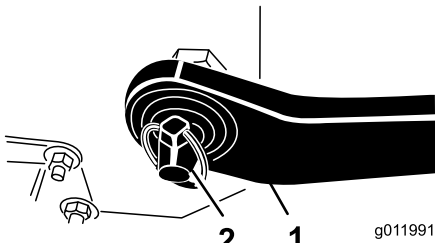

Bild 3
4. Stecken Sie den rechten und linken Unterlenkerarm auf die Anbauvorrichtungsstifte (Bild 3).
5. Befestigen Sie die Unterlenkerarme mit Klapsteckern an den Anbauvorrichtungsstiften (Bild 3).